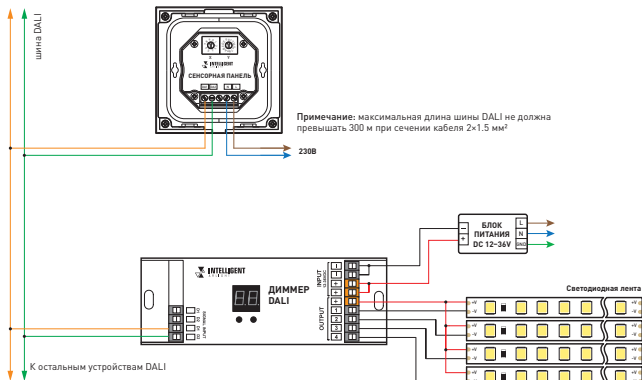

Рис. 3. Подключение сенсорной панели
- 3.3. Подключите панель в соответствии со схемой рис. 3.